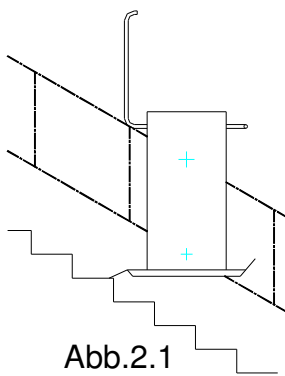

Abb.2.1
5. Der Rollstuhlfahrer kann nun von der Plattform gehoben werden (Abb. 2.1).